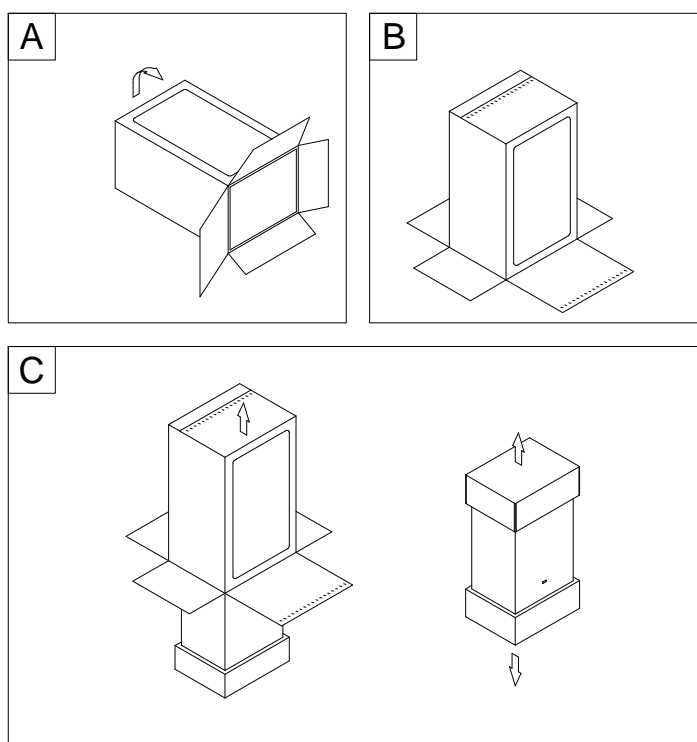

Fig. 2
- Adagiare (fig. 2) la caldaia imballata sul pavimento facendo attenzione che la freccia altoverso sia rivolta verso il basso e staccare le grappe aprendo le quattro alette della scatola verso l'esterno.